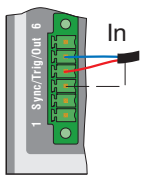

Abb. 18 Synchronisierung mehrerer Controller, links sternförmig, rechts verkettet
- ➡ Verbinden Sie die Pins **Sync+** und **Sync-** von Controller 1 (Master) sternförmig mit den Pins **Sync+** und **Sync-** von Controller 2 (Slave) bis Controller n, um zwei oder mehrere Controller miteinander zu synchronisieren, siehe Abb. 18
- ➡ Verbinden Sie die Pins **Sync+** und **Sync-** von Controller 1 (Master) mit den Pins **Sync+** und **Sync-** von Controller 2 (Slave 1). Verbinden Sie die Pins nachfolgender Controller, um zwei oder mehrere Controller miteinander zu synchronisieren, siehe Abb. 18